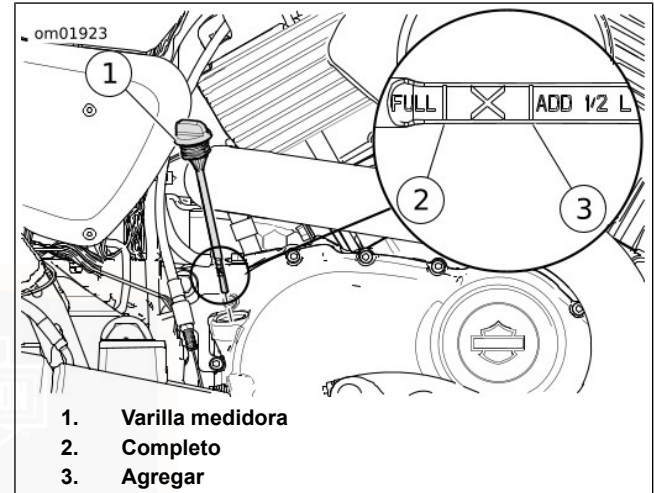

Figura 27. Nivel de aceite de motor
2. Vea Figura 27. Quite la varilla medidora (1) y límpiela.
- Vea Figura 27. Quite la varilla medidora (1) y límpiela.